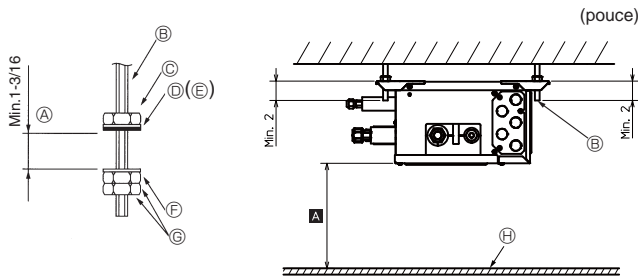

Fig. 6-1
- (2) Fixer les rondelles et les écrous (①, ②, à acheter localement) sur les boulons de suspension. (Fig. 6-1)
- (3) Accrocher l'appareil sur les boulons de suspension.
- (4) Serrer correctement les écrous (vérifier la hauteur de plafond).
- (5) Utiliser un niveau pour ajuster le boîtier de dérivation à l'horizontale.